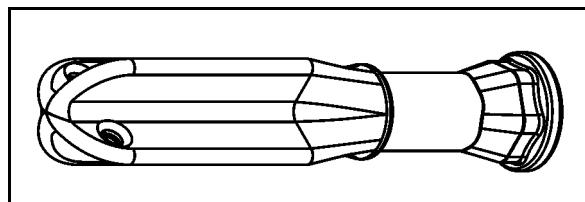

Рис. 76
1. Достаньте ключ из крепления на дозаторе. (Рис. 76/1) aus der Halterung am Dosierer nehmen.